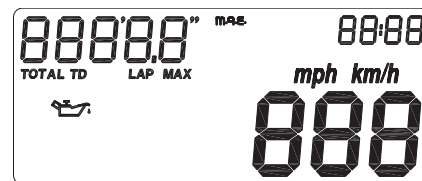

Fig. 16
- 3^a pagina (ad ogni accensione dello strumento): **Check di tutti i segmenti dell'LCD per circa 3 sec.** (fig. 16).
- 3rd page (every time the instrument is switched on): **Check of all lcd segments for approx. 3 seconds** (fig. 16).